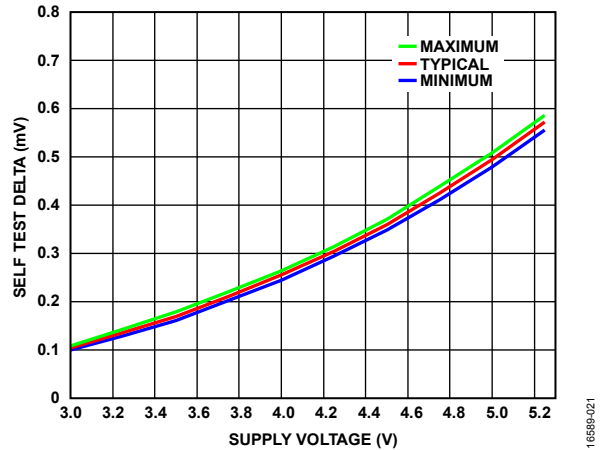

図 21. 典型的なセルフ・テストのデルタと電源の関係
4. 2つの測定値を差し引いて、必要に応じて図21の電源電圧による応答曲線を考慮しながら、この結果を表1の期待値と比較します。